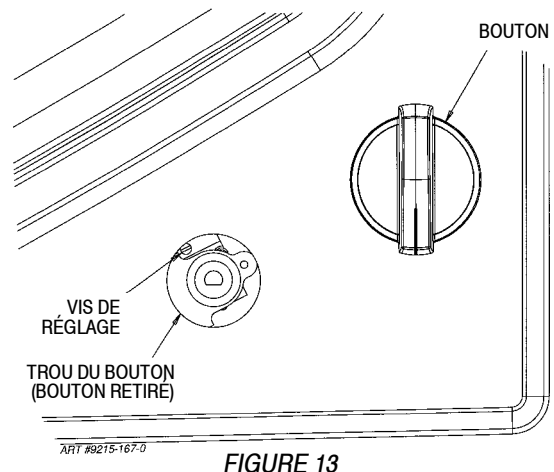

FIGURE 13
(Voir figure 13)
- Localiser la vis de réglage de la tige. Voir la figure 13.